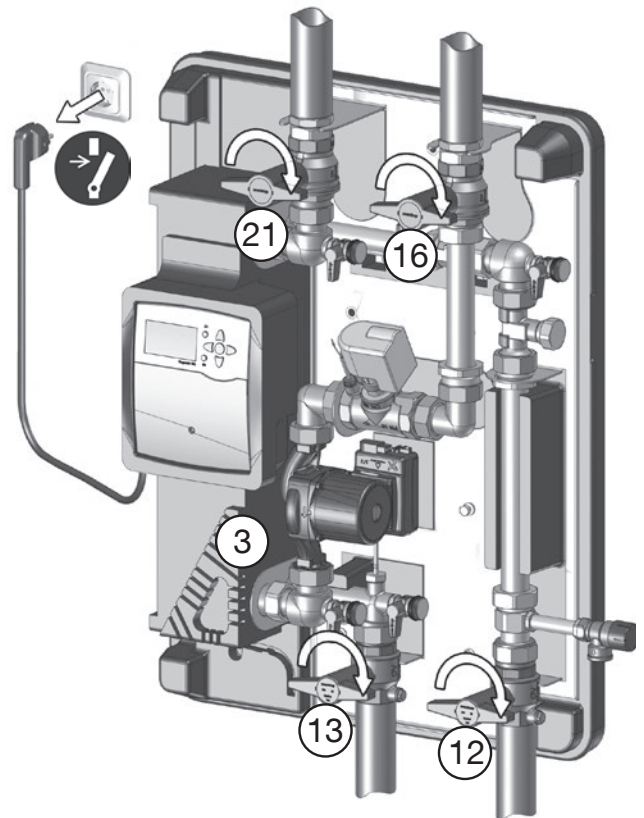

Fig. 5.1: Couper le régulateur de l'alimentation secteur et fermer les robinets d'arrêt à tournant sphérique
2. **Fermer les robinets d'arrêt à tournant sphérique (12 et 13)** (circuit E.C.S.) et **(16 et 21)** (circuit primaire) (Fig. 5.1).
2. Fermer les robinets d'arr  t    tournant sph  rique (12 et 13) (circuit E.C.S.) et (16 et 21) (circuit primaire) (voir Fig. 5.1 en page 31).